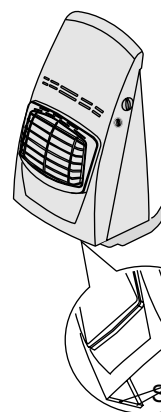

fig.2
- FLYTTA INTE kaminen från ett rum till ett annat när den är tänd (fig. 2).
Placera kaminens främre del på underredet och se till att de fyra tungorna "B" på underredet passas in i de fyra skåror "C" på undersidan av kaminens främre del (fig.2).